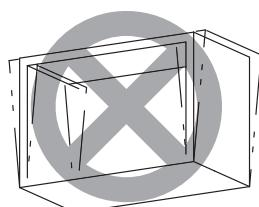

図1-3
- ※重要：反りやねじれが無く、直角に出来ているキャビネットを使用してください (図1-3、1-4)。